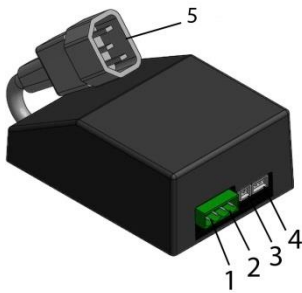

Bild 11
Välj ett fast börvärde till framledningstemperaturen. Värmen är **på** när kontakt (pos 1, Bild 11) är **sluten**.
Välj ett fast börvärde till framledningstemperaturen. Värmen är **på** när kontakt (pos 1, Bild 11) är **öppen**.